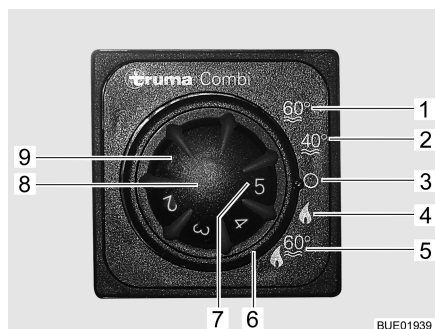

Bild 58 Kontrollenhet för värmesystem/varmvattenberedare
Välj driftläge: ■ Respektive driftläge ställer man in med hjälp av vridströmställaren (Bild 58,6).
Vinter drift Värmesystemet väljer automatiskt rätt brännarsteg motsvarande den önskade rumstemperaturen. Då önskad rumstemperatur är uppnådd stängs brännaren av. Vid driftläge "värmesystem och varmvattenberedning" (Bild 58,5) värms även vattnet i varmvattenberedaren upp. Värmesystemet kan vid driftläge "endast värmesystem" (Bild 58,4) köras med tom varmvattenberedare.
■ Ställ temperaturvredet (Bild 58,8) på kontrollenheten i önskat värmeläge.
■ Ställ in vridströmställaren (Bild 58,6) på vinter drift "endast värmesystem" (Bild 58,4) eller på vinter drift "värmesystem och varmvattenberedning" (Bild 58,5).
Den gröna kontrollampan (Bild 58,7) lyser.
Slå från: ■ Ställ vridströmställaren (Bild 58,6) på "O" (Bild 58,3).